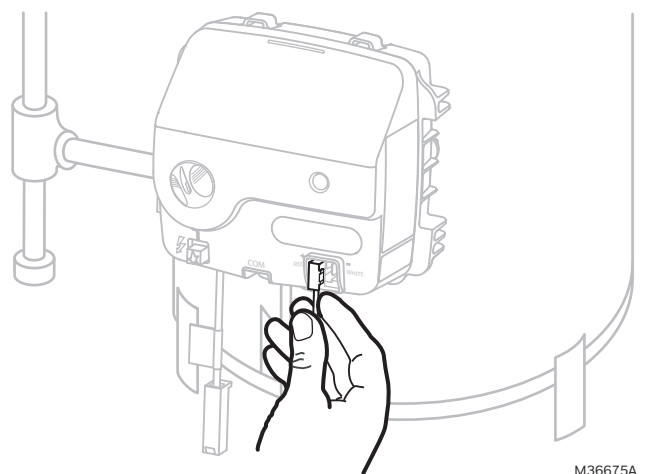

Fig. 2. Retirez les connecteurs de la thermopile.
1. Tournez la molette vers la position OFF (arrêt). Retirez les connecteurs de la thermopile du boîtier de commande du chauffe-eau Resideo. Voir la Fig. 2.